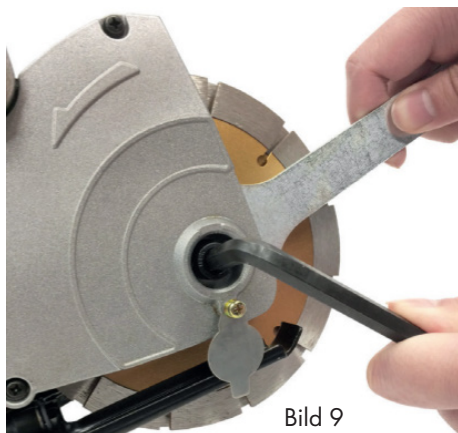

Bild 9
- Skruva loss skruvanslutningen moturs, fig. 9.